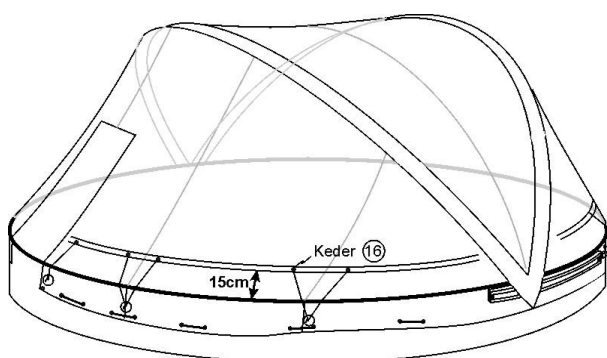
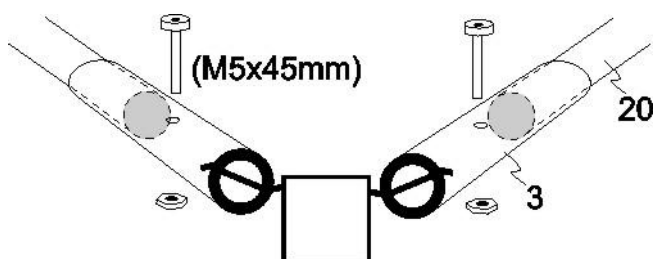

Abb. 9.1
Abb. 9.2
Richtige Einstellung von Einsteckhülsen (Abb. 9.1/9.2)
- Befindet sich der Keder weniger als 15 cm vom Schwimmbeckenrand (Abb. 9.1), müssen in die Einsteckhülsen (14) Schrauben (M5x45mm) laut Skizze eingesteckt werden. (Abb. 9.2)
- Ist der Reißverschluss schwer zu schließen durch die Spannung in der Folie, so ist die richtige Positionierung der „C“ Profile (1) zu überprüfen. Falls die „C“ Profile richtig positioniert sind, müssen in die Einsteckhülsen (3) Schrauben (M5x45mm) laut Skizze eingesteckt werden.
- Bei voll eingebauten Becken müssen immer in die Einsteckhülsen (3) Schrauben (M5x45mm) laut Skizze eingesteckt werden.